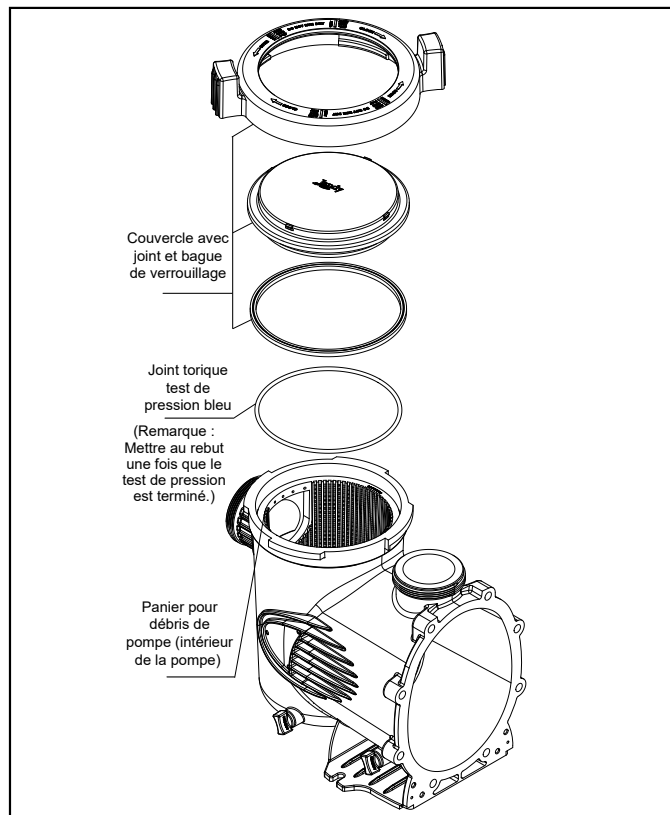

Figure 15. Vue éclatée avec le Joint torique test de pression bleu (Modèles de pompe VSSHP uniquement)
4. En suivant les repères sur l'anneau de blocage, tourner la bague dans le sens anti-horaire jusqu'à ce que les repères de démarrage (START) s'alignent avec les ports. Voir la Figure 15.